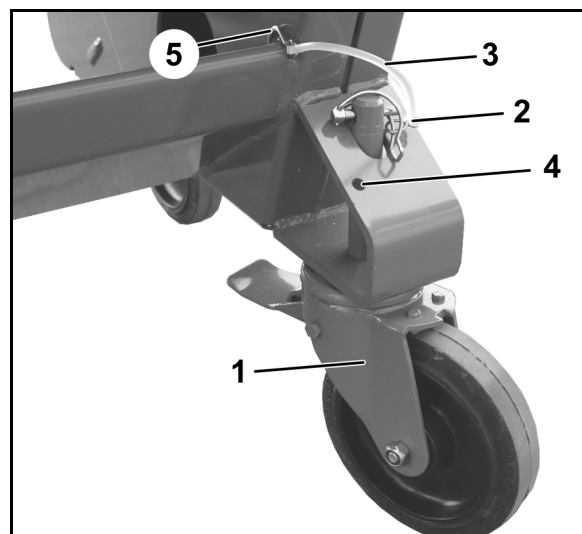
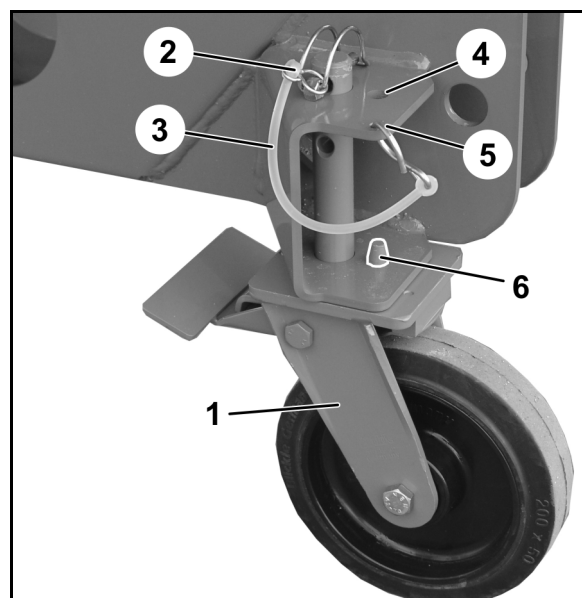

Рис. 9
Рис. 10
- Закрепите пружинные фиксаторы фиксирующей лентой (Рис. 9/3; Рис. 10/3) на агрегате (Рис. 9/5; Рис. 10/5).
5. **Поворотное переднее** колесо (Рис. 9/1),
Неподвижное заднее колесо (Рис. 10/1)
- o установите и застопорите пружинными фиксаторами (Рис. 9/2; Рис. 10/2), или
При неиспользовании колес закрепите пружинные фиксаторы в положении стоянки (Рис. 9/4; Рис. 10/4).
При монтаже неподвижного колеса обратите внимание на то, чтобы палец (Рис. 10/6) вошел в отверстие рамы и, тем самым, удерживал колесо в продольном направлении.